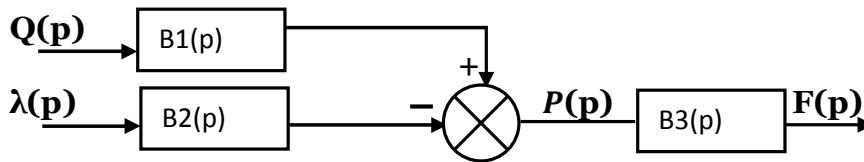

Figure 12
**Question 32:** Déterminer les expressions des transmittances : B1(p), B2(p) et B3(p) ; de la figure 12